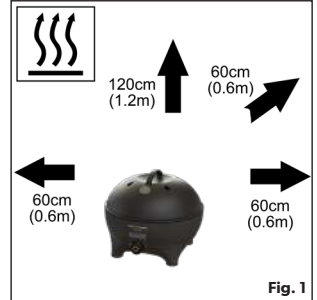

Fig. 1
- Non utilizzare il barbecue entro 60 cm da materiali combustibili. Le distanze minime di sicurezza sono: 1,2 m sopra il barbecue. Sul retro e sui lati 60 cm (vedere Fig. 1).